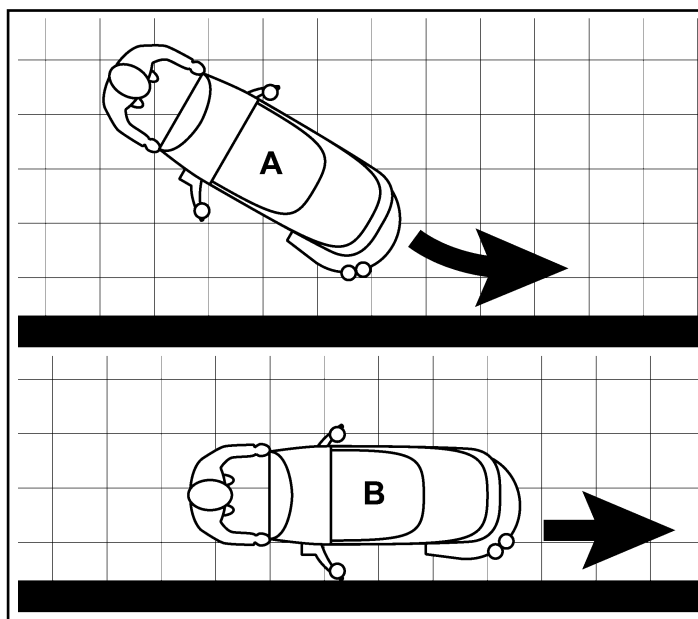
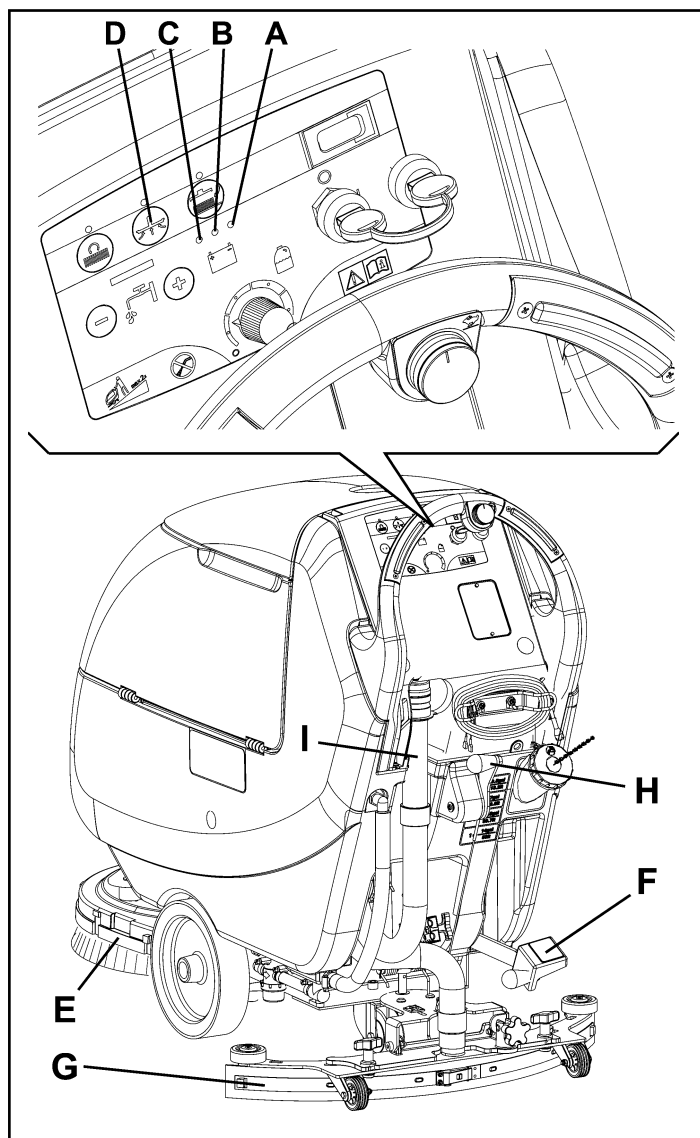
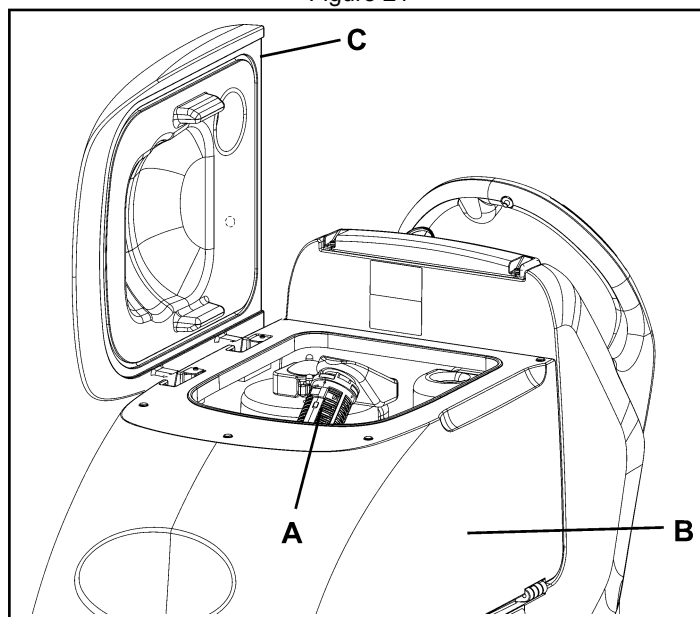

Figure 19
Figure 21
Figure 22
Pour un lavage / séchage correct du sol près du mur, Clarke recommande d'approcher le côté droit de la machine (A et B, Fig. 19), comme illustré dans la figure.
Tant que le témoin lumineux vert (A, Fig. 21) reste allumé, les batteries permettent le fonctionnement normal de la machine.
Un système de fermeture automatique à flotteur (A, Fig. 22) bloque le système d'aspiration lorsque le réservoir d'eau de récupération (B) est plein.
Si le système d'aspiration s'arrête pour causes accidentelles (par exemple pour l'intervention prématurée du flotteur pendant un déplacement soudain de la machine), pour le démarrer, arrêter le système en appuyant sur le bouton-poussoir (D, Fig. 19), puis ouvrir le couvercle (C, Fig. 22) et vérifier que le flotteur dans la grille (A) est au niveau de l'eau ; enfin, fermer le couvercle (C) et appuyer sur le bouton-poussoir (D, Fig. 19).
Lorsque le réservoir d'eau de récupération (B, Fig. 21) est plein, le vider en procédant comme suit.
2. Soulever la tête porte-brosses / plateaux support disque (E, Fig. 21) en appuyant sur la pédale (F).
3. Soulever l'embouchure (G) au moyen du levier (H).
5. Vider le réservoir d'eau de récupération au moyen du tuyau flexible (I). Le travail effectué, rincer le réservoir (B, Fig. 22) à l'eau propre.